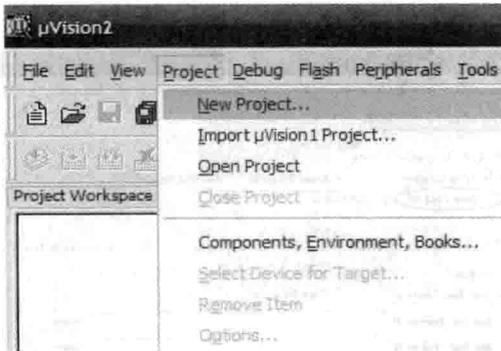
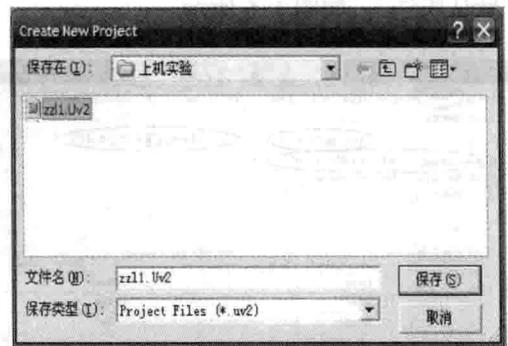

图 1-2 Project 下拉菜单
图 1-3 “创建新项目”对话框
2) 创建新项目。用鼠标左键单击主菜单“Project”, 弹出下拉菜单, 如图 1-2 所示。选择“New Project”, 用鼠标左键单击, 弹出“创建新项目”对话框, 如图 1-3 所示。然后输入项目名称, 选择路径, 保存新项目, 默认扩展名为.uv2。